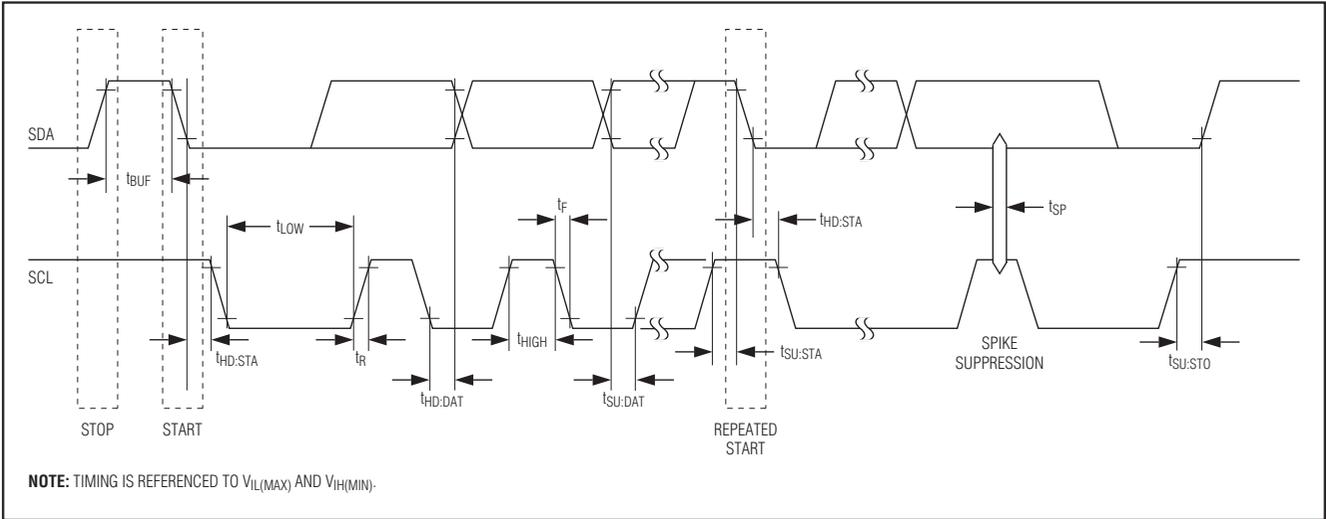

图9. I2C时序图
下面的术语通常是用来描述I2C数据传输。在图9中定义时序参考。
**数据有效：**除START和STOP条件外，SDA变化仅可能在SCL为低电平时进行。在SCL的整个高电平脉冲和所需的启动与保持时间(SCL下降沿之后的 $t_{HD:DAT}$ 和SCL上升沿之前的 $t_{SU:DAT}$ ，如图9所示)期间，SDA上的数据必须保持有效不变。每一位数据要求一个时钟脉冲。在SCL的上升沿，数据移入到接收器中。
写操作结束时，主机必须释放SDA线，以便在下一个SCL的上升沿之前有足够的启动时间(最小值为： $t_{SU:DAT} + t_R$ ，参见图9)开始读取数据。在SDA线的前一个SCL脉冲的下降沿，从器件移出每个数据位。在当前SCL脉冲的上升沿，数据位有效。主机产生所有的SCL时钟信号，包括那些需要从从器件读取的脉冲。